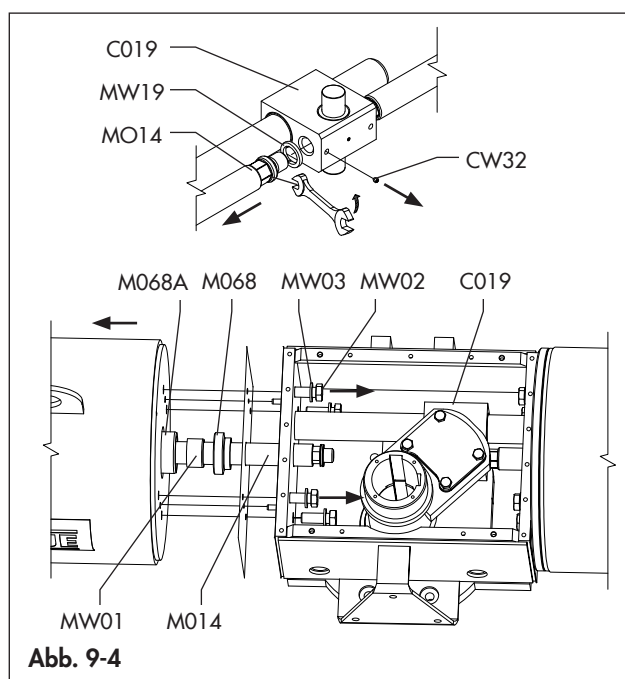

Abb. 9-4
- Entfernen Sie die Schraube (CW32) aus dem zentralen Gleitblock (C019). (Abb. 9-4)
- Bei Stellantriebsmodellen AT-HD 200 oder größer schrauben Sie die Welle (M014) aus dem zentralen Gleitblock (C019) heraus. (Abb. 9-4)
- Entfernen Sie das Federmodul vom Zentralmodul. (Abb. 9-4)
Die Komponenten (MW01), (M068) und (M068A) können sich dadurch lösen, da sie nicht fixiert sind. (Abb. 9-4)